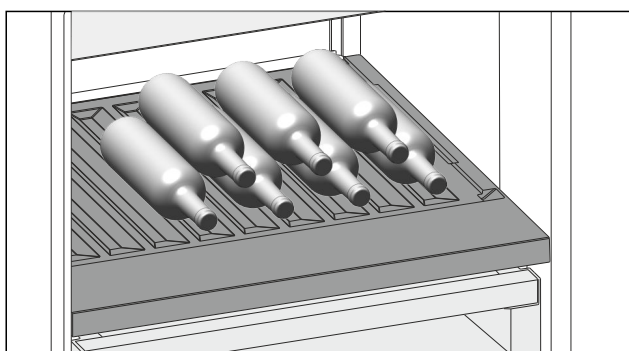

Fig. 143
- Поставете бутилките с дъното назад към задната стена. (виж Fig. 143)